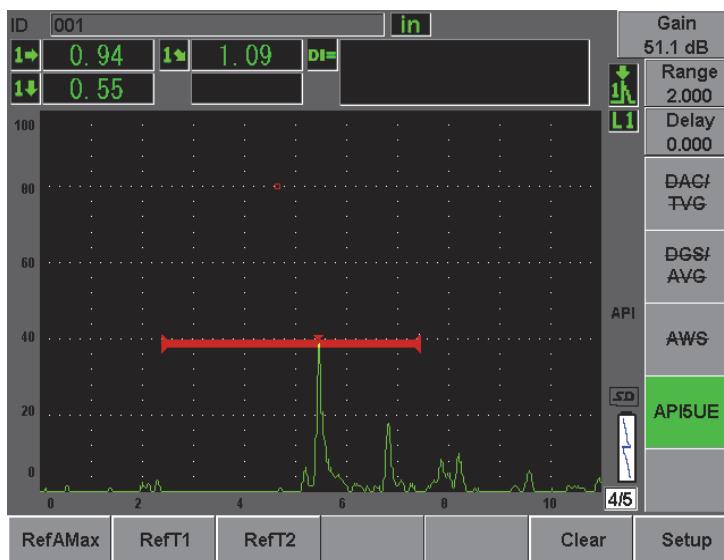

Рис. 12-27 Сохранение точки T_2
9. Нажмите [P3] RefT2, чтобы получить положение падения сигнала по заднему фронту и обозначьте это значение T_2 (см. Рис. 12-27 на стр. 270).